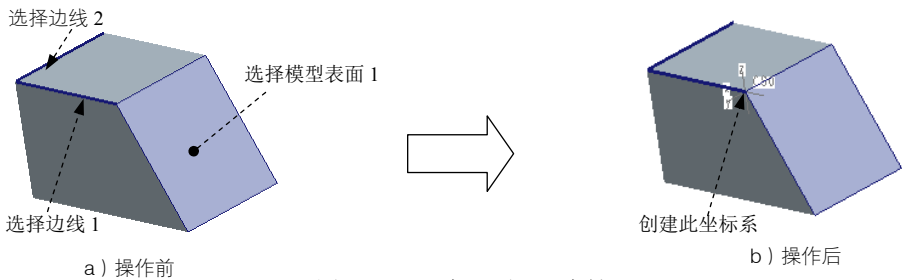

图 8.2.9 一个平面+两个轴
Step3. 选取参考。如图 8.2.9 a 所示,选取模型表面 1; 按住 Ctrl 键,选取边线 1, 则在其相交处出现一个临时坐标系,且所选边线方向成为 X 轴方向。
(1) 在“坐标系”对话框中,打开 **方向** 选项卡。